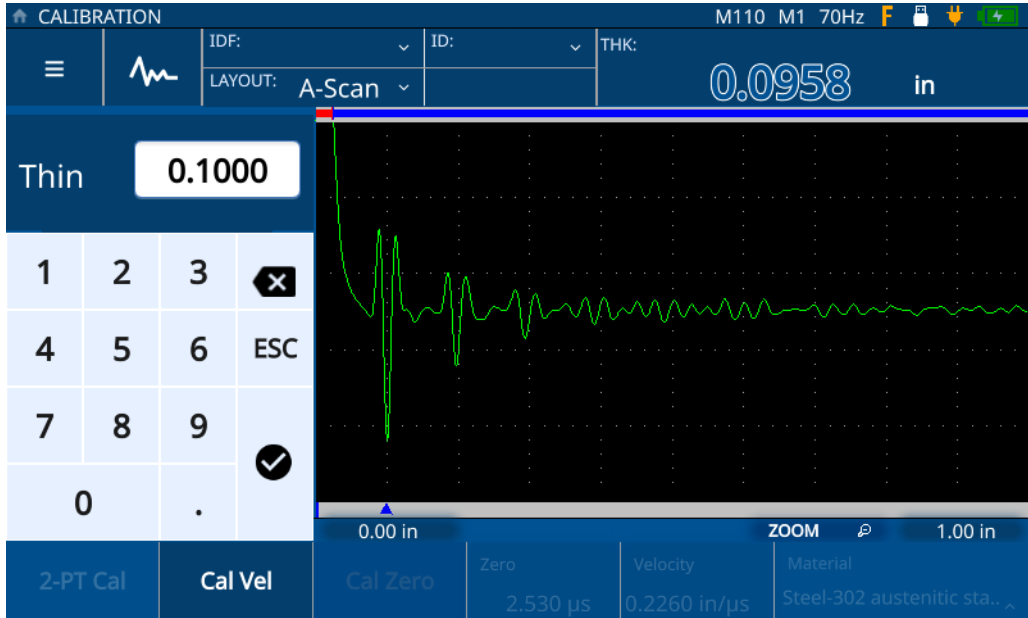

図 5-6 サンプル厚さの入力
5. **Thin (薄さ)** の値をタップして **Edit (編集)** モードにし、サンプルの厚さを入力します (47 ページの図 5-6 参照)。